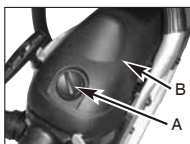

Fig. 15A
1. Fjern knotten (A) som holder luftfilterdekslet på plass, fjern øvre deksel (B) ved å løse skruene på dekslet. Dekslet kan løftes av. (Fig. 15A)